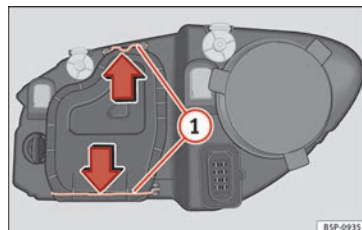

Bild 178 Halvljusstrålkastare.
- För öglorna » **bild 178 1** i pilens riktning och demontera locket.